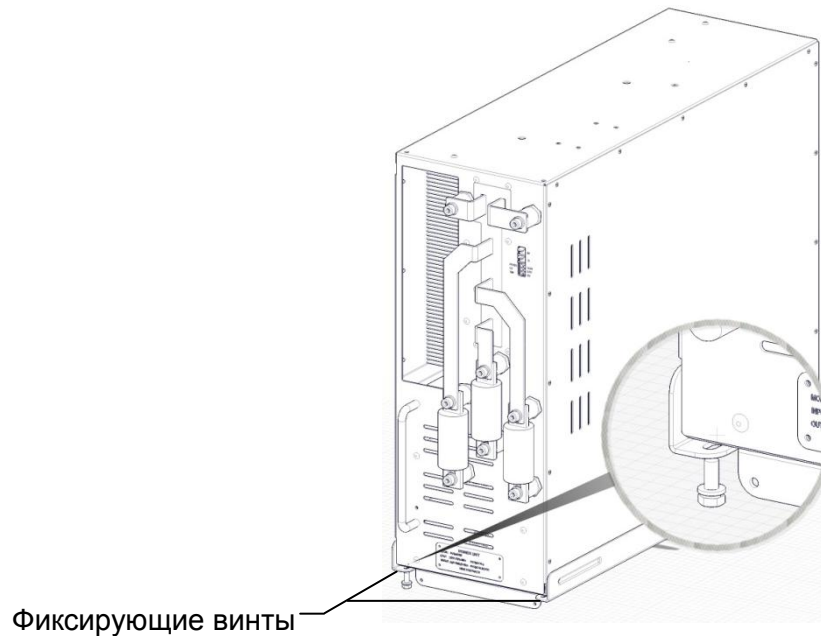

Рис. 6-16 Установка силовой ячейки
- После установки силовую ячейку необходимо закрепить винтами M6x16, как показано на Рис. 6-16.